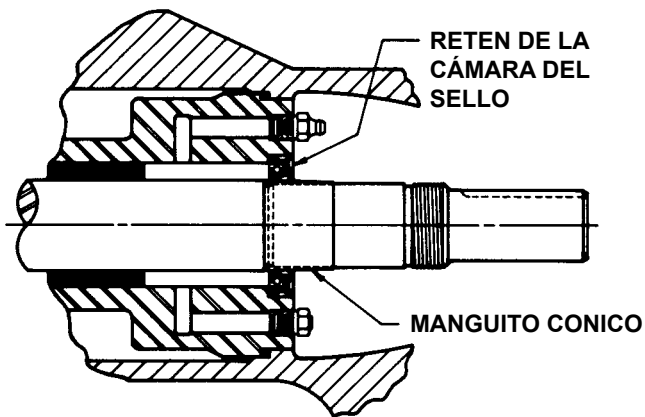

FIGURA 9
2. Asegúrese de que el eje no tenga bordes ni partículas extrañas que puedan dañar el buje. Instale el rotor y el eje. Coloque el extremo del eje en el buje de la carcasa y gire despacio de derecha a izquierda, empujando hasta que los extremos de los dientes del rotor estén justo debajo de la cara de la carcasa. Rellenar la cámara de la carcasa con grasa lubricante multipropósito y coloque la manga en el sello de labio para la cámara del sello como se muestra en la **Figura 9** Retire el manguito cónico del eje (Series 4724).